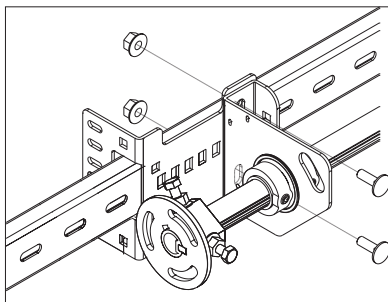

Рис.23.2
- закрепить промежуточный кронштейн к промежуточному суппорту, установленному на задней перемычке, двумя болтами М8х25 (рис. 23.2);